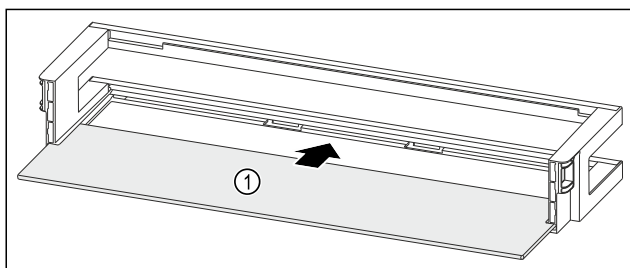

Fig. 182 Türabsteller mit Abstellfläche
- Abstellfläche Fig. 182 (1) in die seitlichen Aussparungen einschieben.